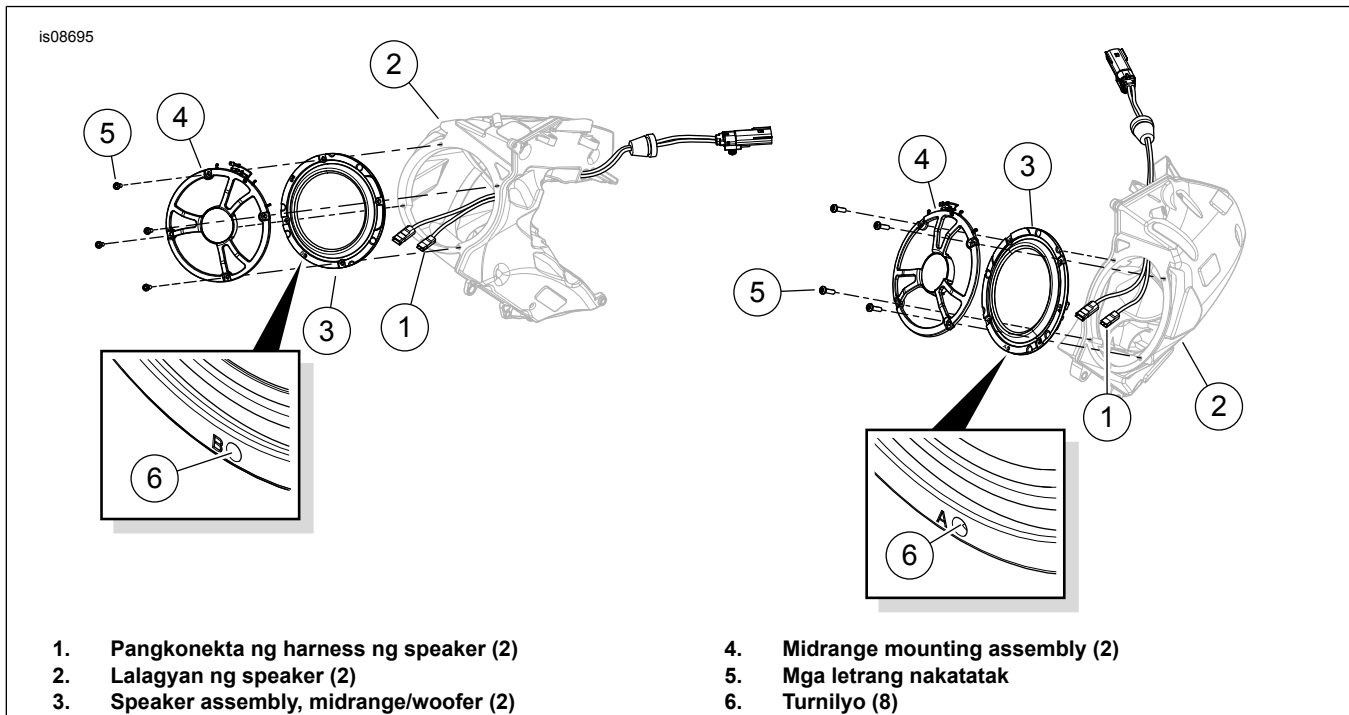

Figure 1. Pagkakabit ng Woofer Speaker
1. Tingnan ang Figure 1 . Ikabit ang mga pangkonektang harness ng speaker (1) sa loob ng lalagyan ng speaker (2) papunta sa mga spade terminal sa likod ng woofer (3). Ang magkakaibang sukat ng mga spade contact ay pumipigil sa hindi wastong pag-assemble.